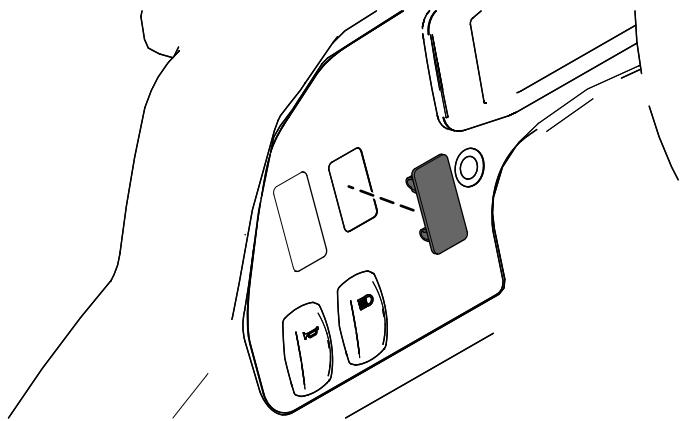

Figura 19
1. Rimovete il tappo in plastica dal cruscotto (Figura 19).